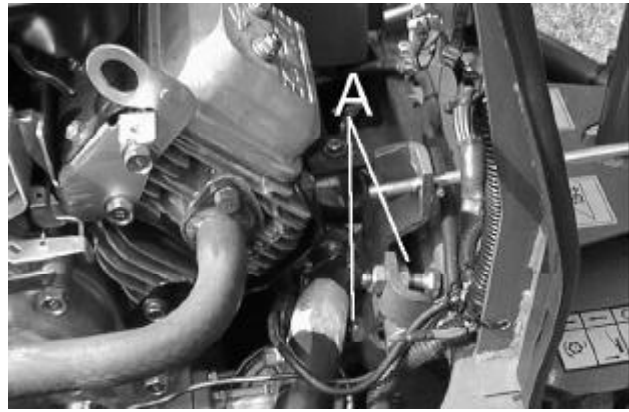

Fig.27
### **Nachstellen des Hauptantriebsriemens (Abb.27 & 27.1)**
- (a) Die Sprungwerkanschläge (A Abb. 27) so einstellen, um die Hin-und-Herschaltung über der Position des Einstellglieds (B) in der ein- und ausgerasteten Position zu bestimmen.
### **Justering av huvuddrivremmen (fig. 27 & 27.1)**
- (a) Justera stoppen över centrum (A fig. 27) för att fastställa justeringslänkens (B) vippläge mellan inkoppling och urkoppling.